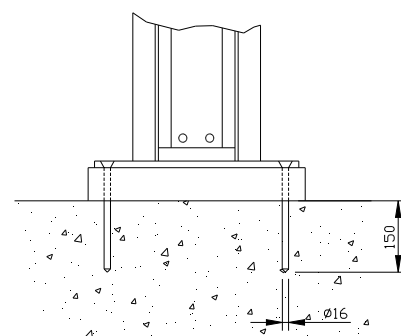

Fig. 12
- Boor gaten van 16 mm en 150 mm diep in de vloer (Fig. 12)